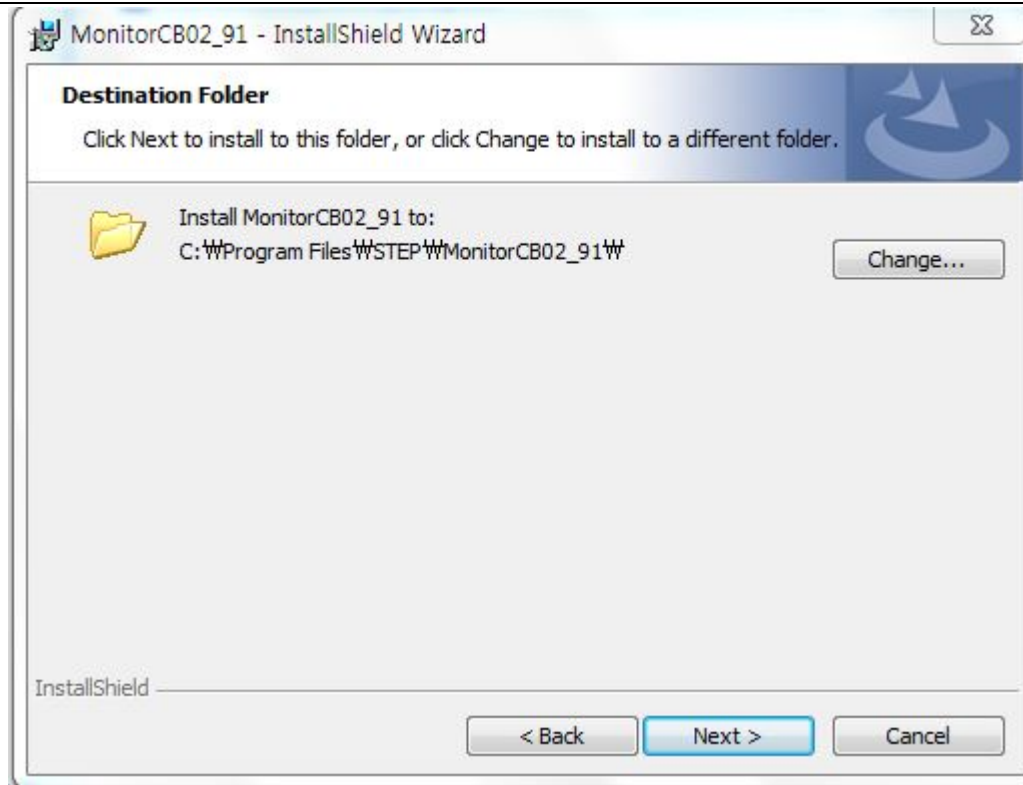

Fig. 3.1.3
- 설치항목을 선택하고 Fig.3.1.3 처럼, “ **Next >** ” 를 눌러 계속 진행한다.